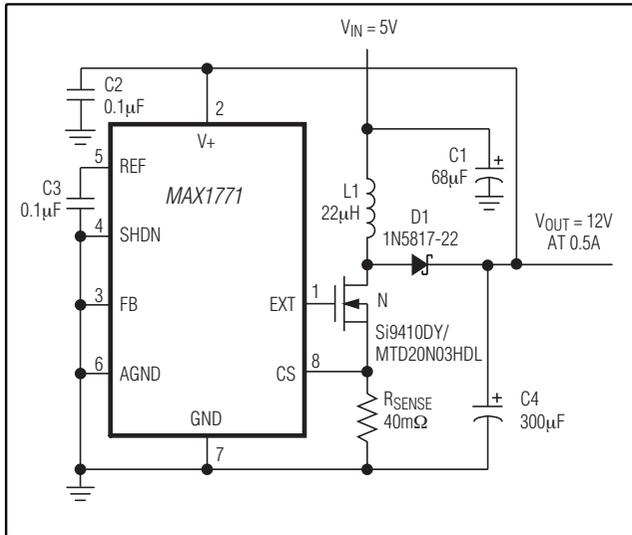
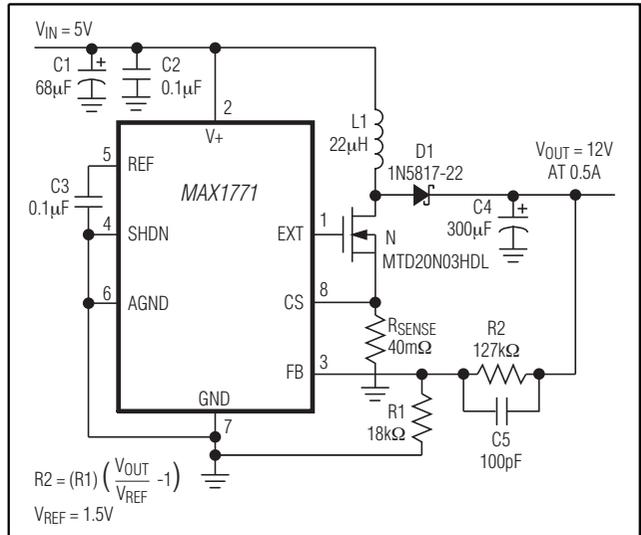

図2a. 12Vプリセット出力、ブートストラップモード
図2b. 12V出力、非ブートストラップモード
(Circuit of Figure 2a, TA = +25°C, unless otherwise noted.)
**注：**MAX1771を非ブートストラップモードで使用する場合、V+が固定出力電圧動作での出力電圧の検出点でもあることから、固定出力電圧動作はありません。出力電圧の設定には必ず外付け抵抗が必要です。可変出力モード(図2b、2c)において全体の出力電圧精度を
MAX1771のスイッチング周波数は(負荷電流および入力電圧に依存して)変化するため、スイッチングノイズも変化します。しかし、発生する高調波ノイズは、ピーク電流制限とフィルタコンデンサの等価直列抵抗(ESR)との積を越えません。たとえば、図2aの回路を使用して5V入力から12V/500mAの出力を生成する場合、出力リップルはわずか100mVです。
図2aのアプリケーション回路は8ピンの表面実装N-FETのSi9410DYを使用しており、これは4.5VのVGSにおいて50mΩのオン抵抗を持っていて3V以下のVTHを保証しています。図2bのアプリケーション回路は、2Vのスレッショルド電圧(VTH)が保証されたロジックレベルN-FETのMTD20N03HDLを使用しています。
出力フィルタコンデンサ(C4)を選択するための重要な基準は、等価直列抵抗(ESR)が低いことです。ピークインダクタ電流と出力フィルタコンデンサのESRの積により、出力電圧におけるリップル電圧が決まります。2つ並列に接続した150μF、16VのOS-CONは1つ当たり35mΩのESRを持っており、500mAで5Vから12Vにステップアップする場合のリップル電圧は標準で75mVです(図2a)。負荷が軽い場合やより高い出力リップルを許容できるアプリケーションでは、より小さなまたはより大きなESRのコンデンサを使用することができます。